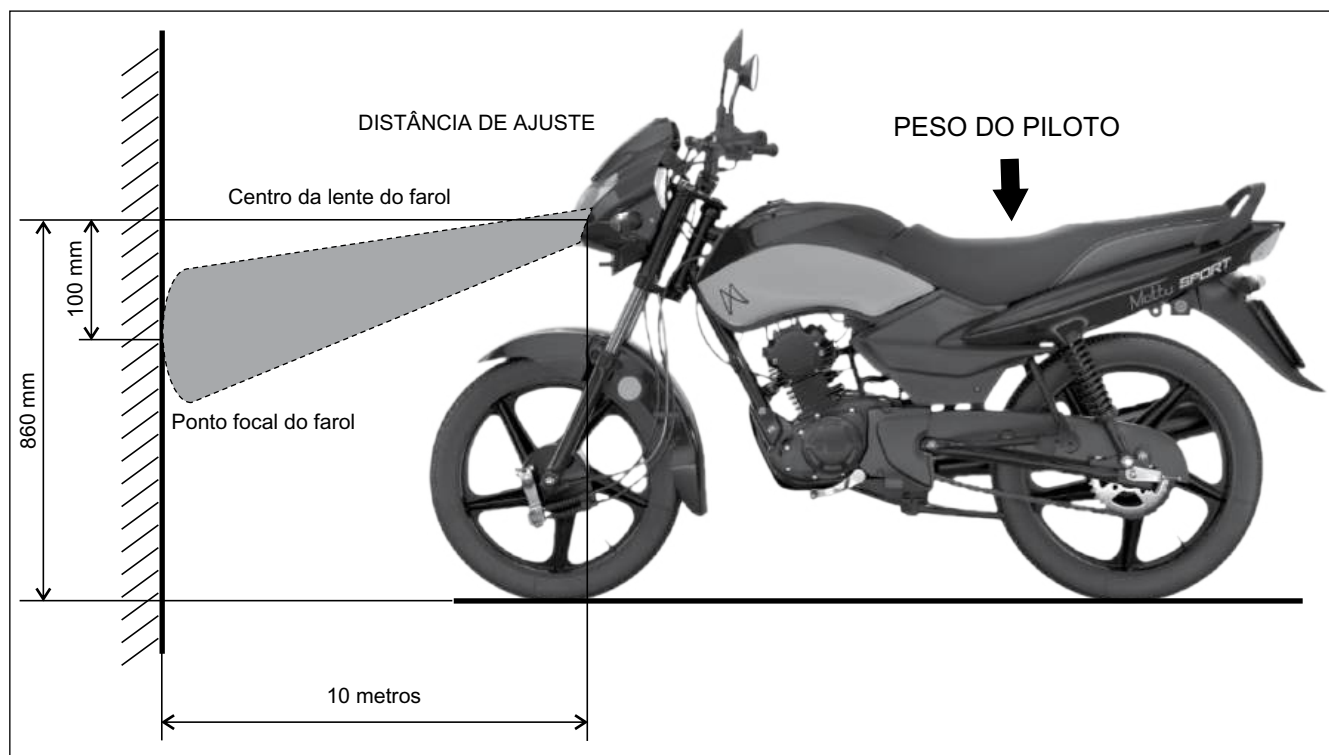

Fig. 2.72
- Posicione a motocicleta, conforme mostrado na figura. Sente-se na motocicleta para apontar o farol verticalmente. Foque o farol alto em uma tela vertical, que esteja a uma distância de 10 metros do ponto central do farol. Ajuste o farol de forma que o ponto focal do farol alto na tela fique 100 mm abaixo do centro do farol. (Fig. 2.72)